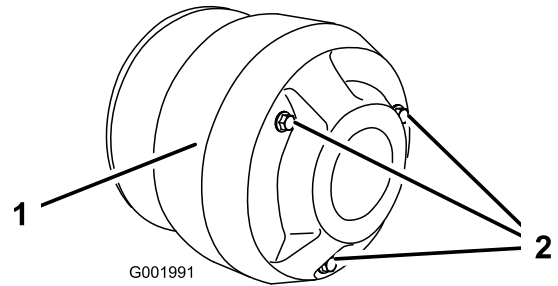

Bild 54
4. Entfernen Sie die drei Schrauben, mit denen die Abdeckung an der Kupplung befestigt ist und nehmen Sie die Abdeckung ab (Bild 54).